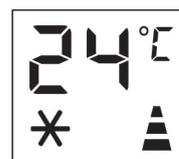
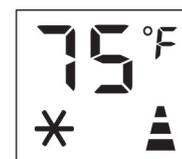

Abb. 1
Abb. 2
**Zum Beispiel:** Vor dem Ändern, im Kühlmodus, wird der Bildschirm angezeigt. (Abb. 1) Nach dem Ändern im Kühlmodus wird die Bildschirmanzeige angezeigt. (Abb. 2)